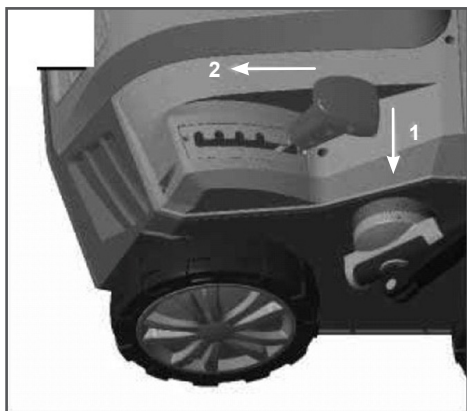

Рис. 8 Регулировка высоты обработки
Высота скарификатора устанавливается с помощью рычага регулировки. Потяните рычаг влево (1) по ходу движения (1) и выведите его из зацепления механизма, а затем сдвиньте его вперед или назад (2), как показано на Рис. 8, и установите его в нужное положение (1/2/3/4). Убедитесь, что рычаг зафиксирован правильно!